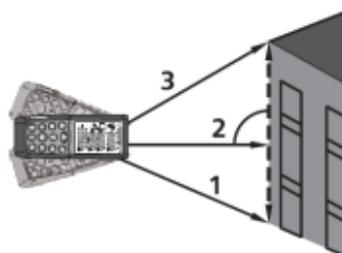

Fig. 10: Medida Indirecta a 3 puntos – Modo 1
3. Posicione el instrumento en el punto más bajo (1) de la medida (vea la Fig. 10) y pulse la tecla  o la tecla lateral **MEAS**. El resultado se muestra en la primera pantalla parcial. El símbolo “◁” se muestra en pantalla con el lado “2” parpadeante
4. Posicione el instrumento lo más horizontal posible (2) con respecto a la medida (pulse la tecla  o la tecla lateral **MEAS** para realizar la medida. El resultado se muestra en la segunda pantalla parcial. El símbolo “◁” se muestra en pantalla con el lado “3” parpadeante
5. Posicione el instrumento en el punto más alto (3) de la medida (vea Fig. 10) y pulse la tecla  o la tecla lateral **MEAS** para realizar la medida. El resultado se muestra en la segunda pantalla parcial